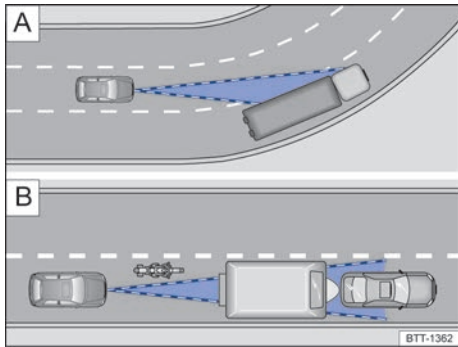

Fig. 116 A) Tramo en curva. B) Vehículos fuera del radio de acción del sensor de radar.
El sensor de radar mide siempre en línea recta. Por ello, en las curvas pronunciadas puede que detecte vehículos erróneamente o que no detecte vehículos que circulen por delante → fig. 116 A).
- En caso de vehículos que circulan fuera de la zona del sensor a poca distancia de su vehículo, p. ej., motocicletas → fig. 116 B).